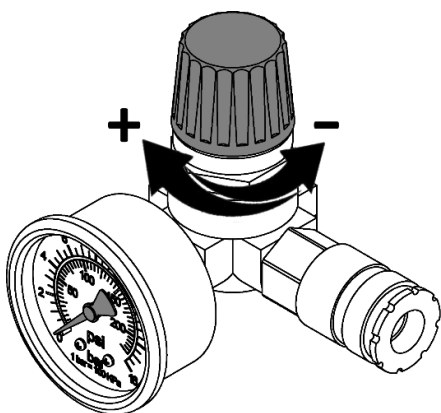

Рисунок 6
7.3.1 Настройка давления в подсоединенных пневматических инструментах регулятором давления осуществляется следующим образом (см. рисунок 6):